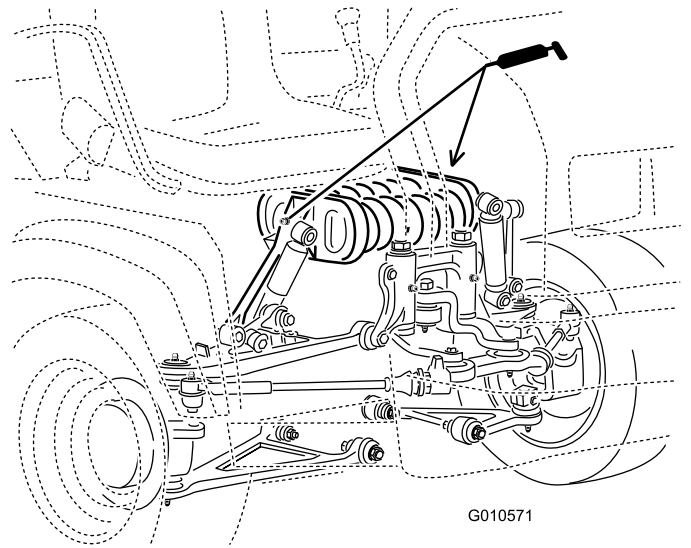

Figura 40
- Braccio di spinta (2) (Figura 40)